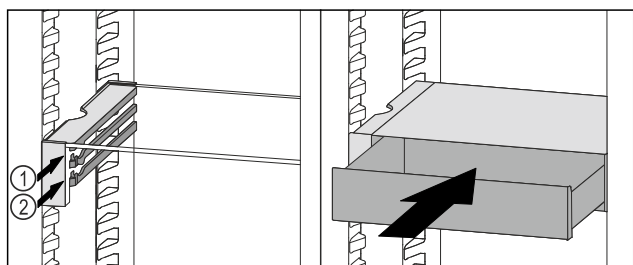

Fig. 129
- ▶ Predal VarioSafe namestite za zaustavljalnimi elementi na željeni nastavek Fig. 129 (1) ali Fig. 129 (2).